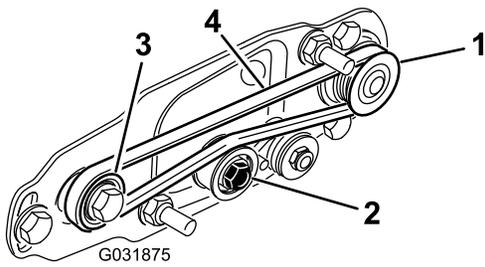

图 26
- A. 先缠绕驱动皮带轮周围的皮带然后再缠绕总轮皮带轮顶部上方的皮带 图 26。
- B. 启动从动皮带轮上的皮带 图 26。